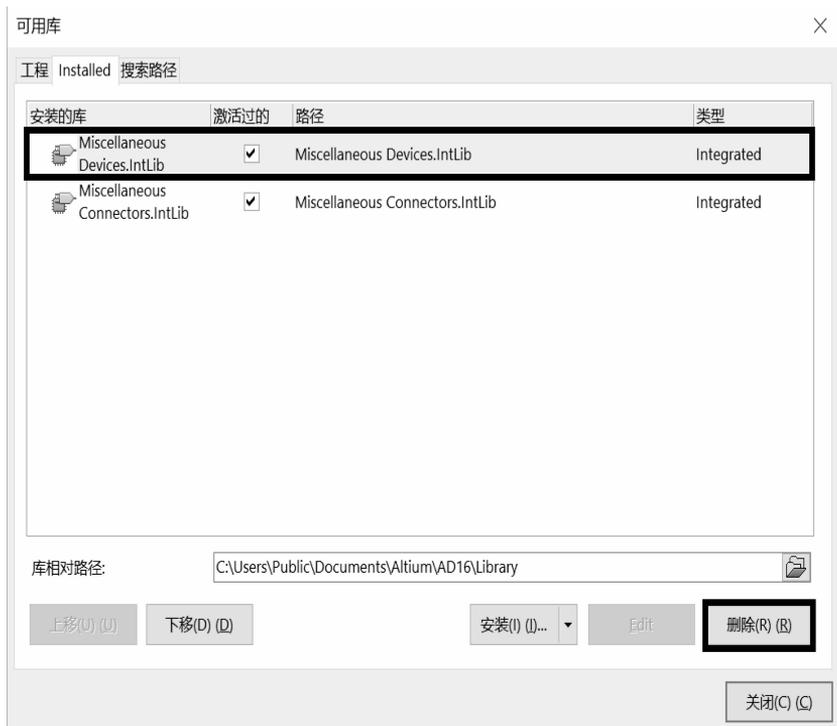

图 4-31 “可用库”对话框(2)
在该对话框中选择确定的库文件夹，打开后选择相应的库文件，然后单击按钮，所选中的库文件就会出现在如图 4-31 所示的“可用库”对话框中。
(3) 在如图 4-31 所示的“可用库”对话框中选中一个库文件，单击“删除”按钮，即可将该元件库卸载。